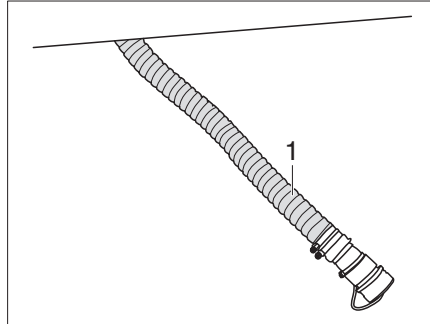

Bild 389 Kassette Zerkhackertoilette entleeren
- Entleerungsschlauch (Bild 389,1) unter dem Fahrzeug aushängen und in die Entsorgungsstation leiten.
- Entleerungsschlauch (Bild 389,1) in der Entsorgungsstation lassen.
- Entleerungsschlauch (Bild 389,1) unter dem Fahrzeug verstauen.